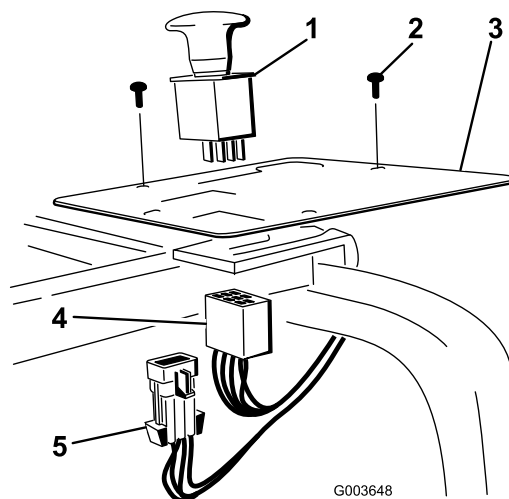

Figura 35
2. Rimuovete il tappo di plastica dal pannello e montate sul medesimo l'interruttore (Figura 35).
4. Collegate il cablaggio all'interruttore sul pannello di controllo (Figura 35).
6. Collegate il connettore del cablaggio principale al cablaggio principale (Figura 35).